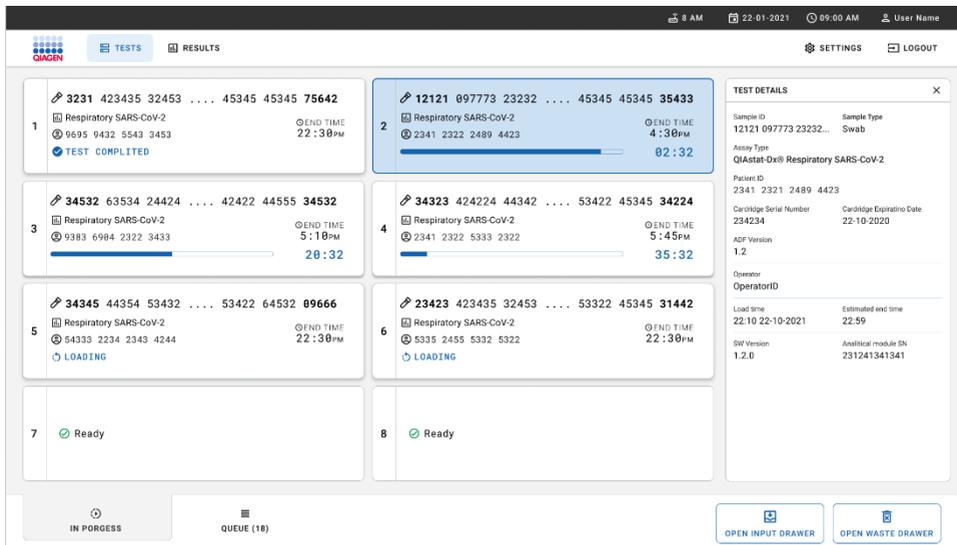

Figura 33. Información de ejecución de la prueba en la pantalla de colas.
17. Mientras se están realizando las pruebas, aparecen el tiempo restante de la serie y otros datos de todas las pruebas en cola en la pantalla táctil (figura 33).